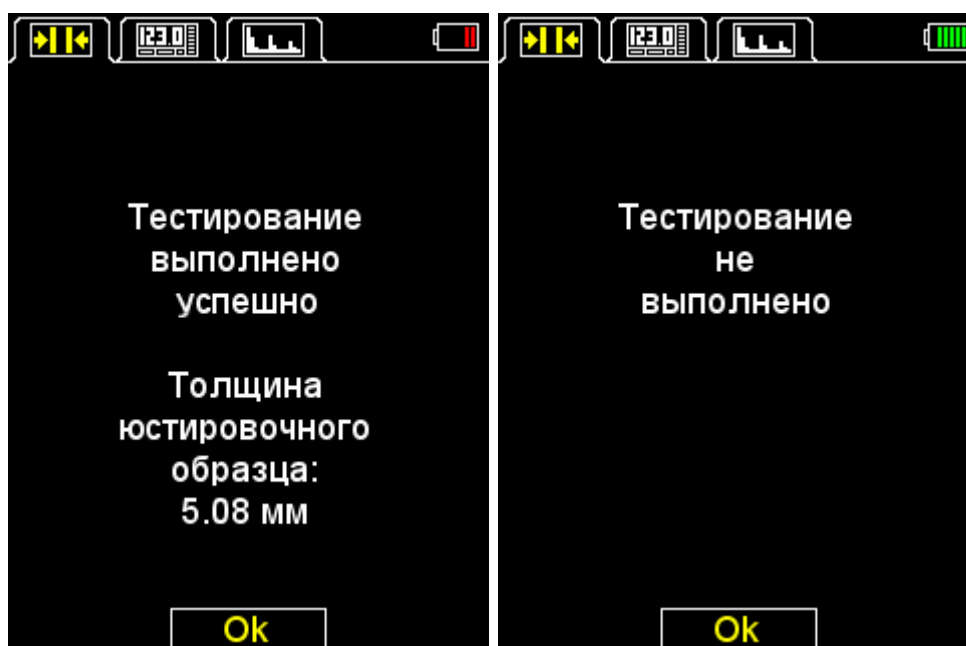

Рисунок 16
– По окончании тестирования на экран будет выведено сообщение о его результатах – положительном, с индикацией значения толщины юстировочного образца, или отрицательном (рисунок 16).